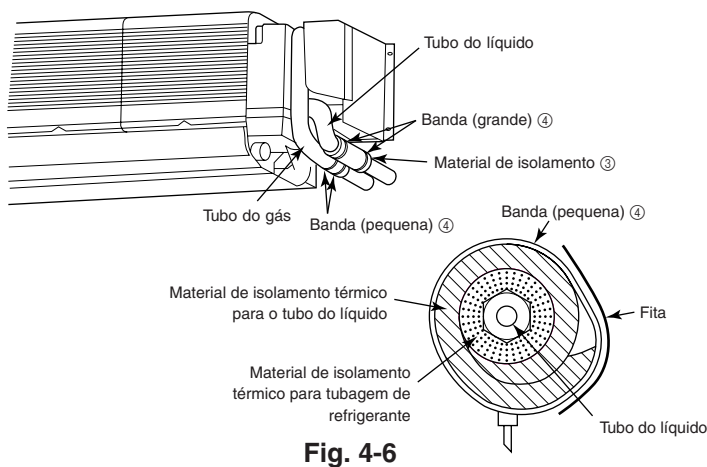

Fig. 4-6
4.4. Trabalho de instalação da tubagem de refrigerante (Fig. 4-6)